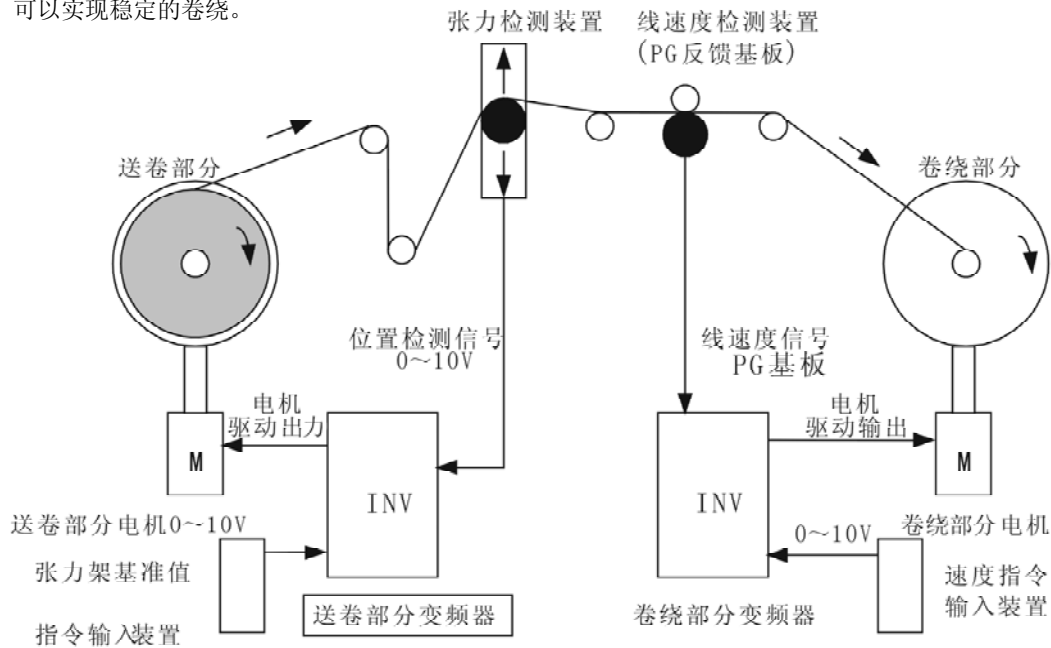

图8-7-1 卷绕机的系统构成图
② 卷绕机
- 卷绕机的系统构成图的示例如图 8-7-1 所示。